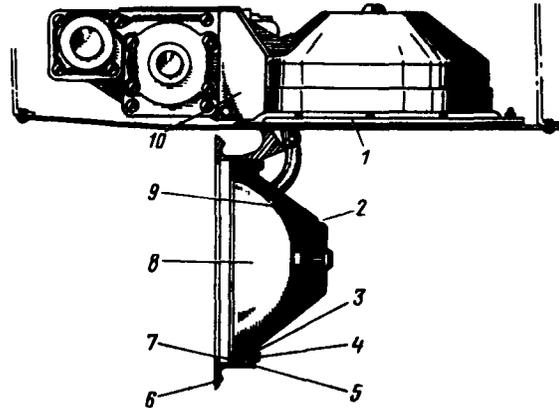

Рис. 127. Лампы-фары в посадочно-рулевой фаре МПРФ-1А:
2. Расконтрить и отвернуть винты 4 (рис. 127), крепящие колпак 2.
1. Установить на кольцо 6 (рис. 127) новую лампу-фару таким образом, чтобы посадочная нить в убранном положении фары находилась впереди рулевой нити (по полету) и перпендикулярно продольной оси вертолета.